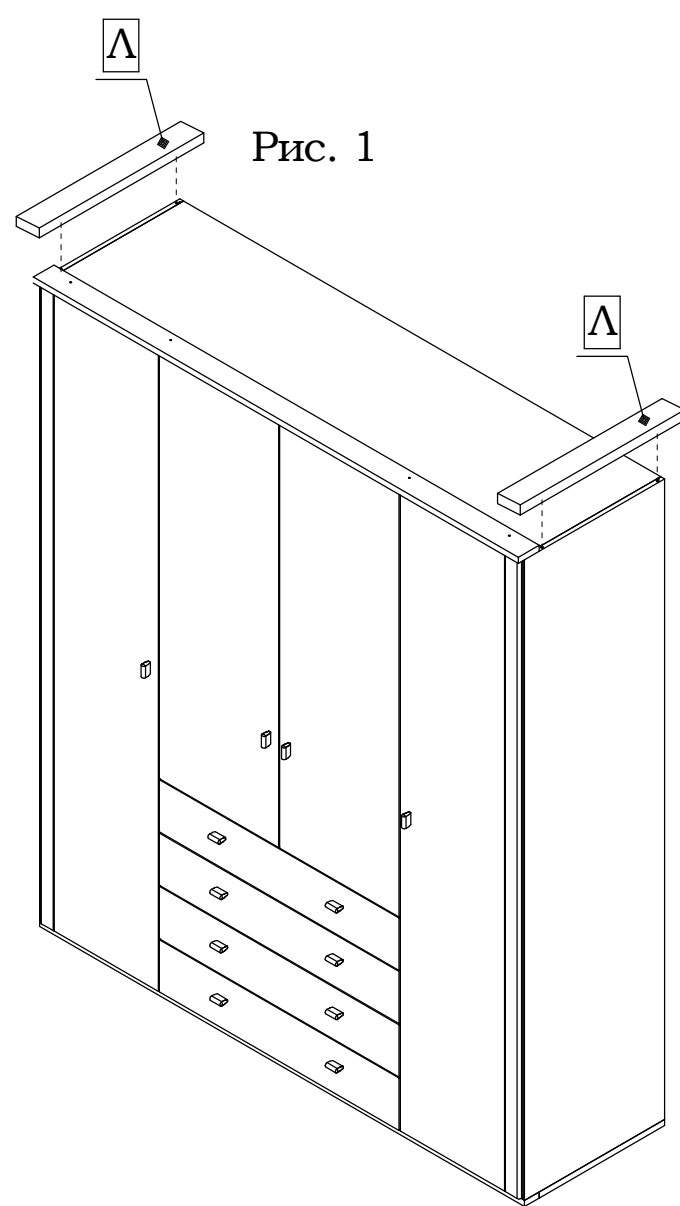

Рис. 1
1. На отдельностоящие шкафы (Рис. 1).